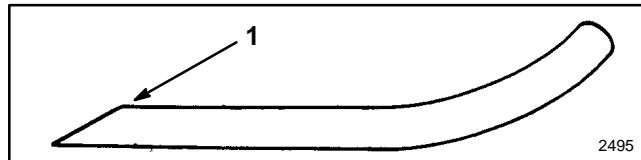

Figure 28
6. AIGUISAGE DE LA LAME — Au moyen d'une lime, affuter la partie supérieure de la lame (le côté dirigé vers le haut du carter de la tondeuse) en conservant l'angle de coupe original (fig 28). Si la même quantité de métal est retirée sur chaque tranchant, la lame reste équilibrée.